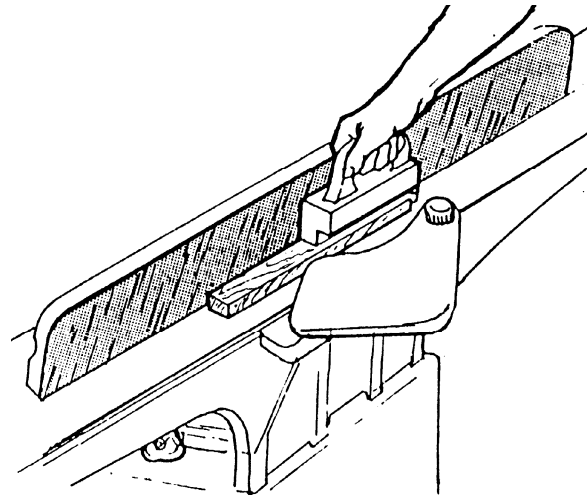

Figure 38
- ❑ Avec des billes étroites, utilisez le type de cale de poussée illustré sur la Figure 38.